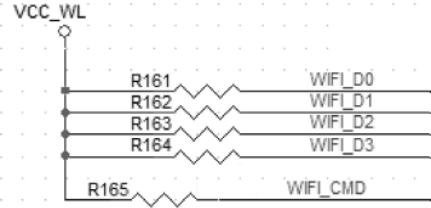

图 15-43 SDIO 上拉电阻
(3) 预留 SDIO 上拉电阻，当 WIFI 使用 SDIO3.0 时，上拉电阻（如图 15-43 所示）贴片可提高信号质量。